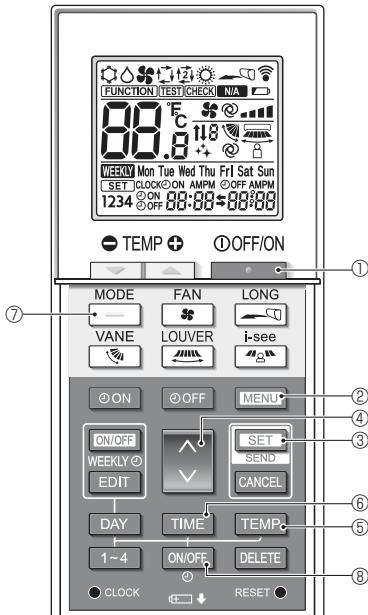

Fig. 4-10
- Trykk på **ON/OFF**-knappen ⑧.
- Hver gang **ON/OFF**-knappen ⑧ trykkes, skifter innstillingen mellom **on** og **FF**.
- Trykk på **SET**-knappen ③.
- Funksjonsnr. Ⓑ blinker (Fig. 4-10)
- Trykk på **MENU**-knappen ②.